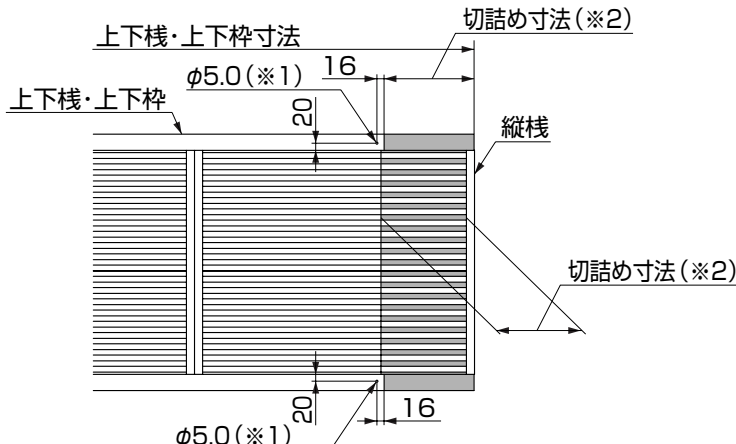
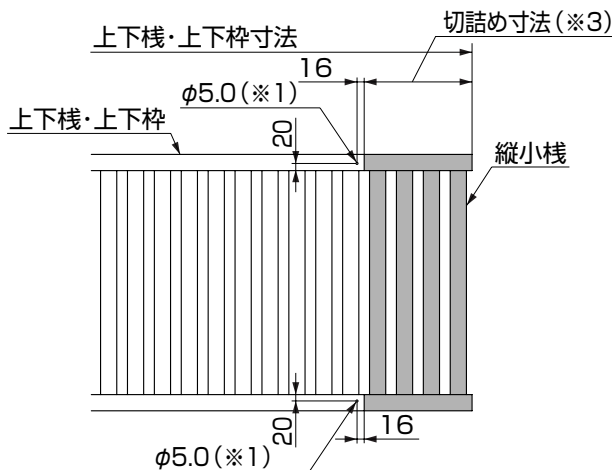

図4-1 横板フェンス
図4-2 縦板フェンス
①本体の上棧、下棧、上下枠、小棧など各部材を図4-1、図4-2を参照して切断してください。